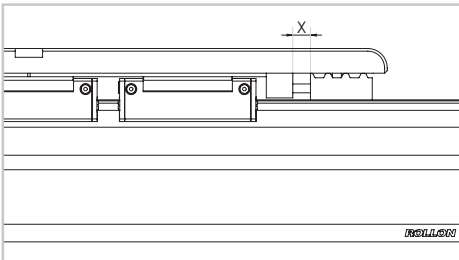
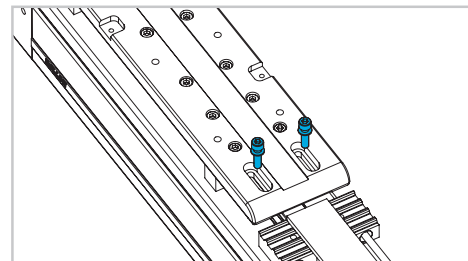
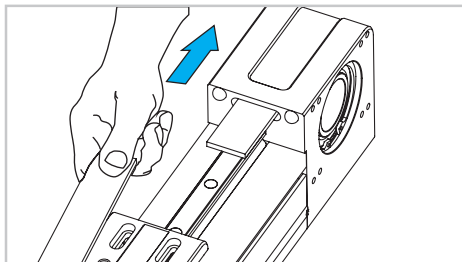

Рис. 2
Рис. 5
Рис. 6
1) Измерить зазор X между кареткой и натяжителем ремня (рис. 2).
3) Отсоединить приводной ремень от каретки с обеих сторон (рис. 5) и извлечь ремень из линейного модуля (рис. 6). Монтаж приводного ремня осуществляется в обратной последовательности. Внимание: при монтаже ремня необходимо выставить ранее измеренный зазор X между натяжителем и кареткой (рис. 2).